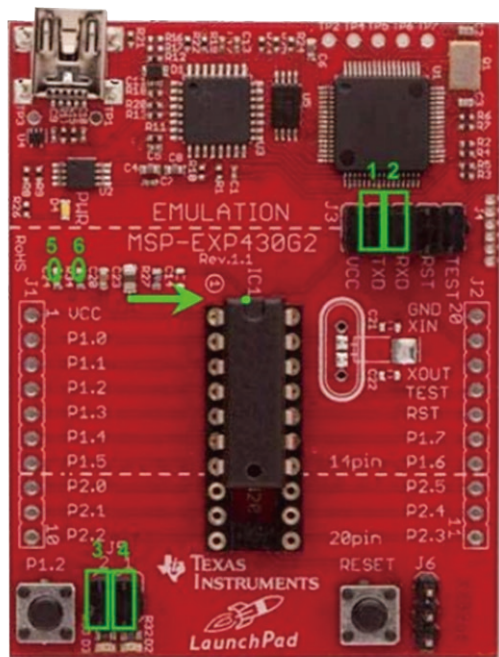

图2. MSP-EXP430G2 LaunchPad 实验版设置示意图
移除(1)(2)(3) 和(4)号跳接帽,参考图2。
用烙铁移除电容(5)和电阻(6),参考图2。